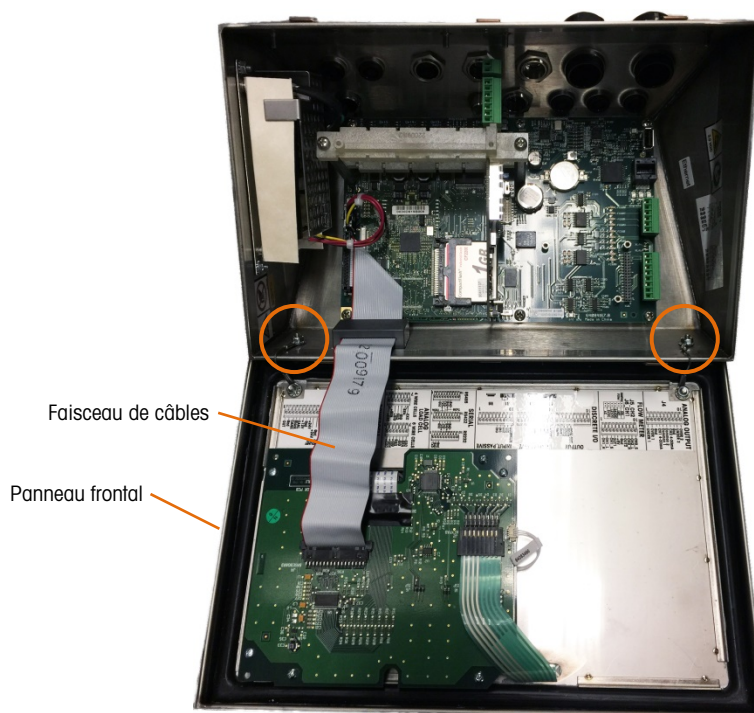

Figure A-9 : Enceinte pour environnement difficile ouverte, avec panneau frontal dans l'orientation d'origine
3. Desserrez les deux écrous fixant les deux câbles métalliques que vous enlevez. Ils servent de charnières reliant le couvercle avant à l'enceinte arrière. Ils sont encerclés à la Figure A-9